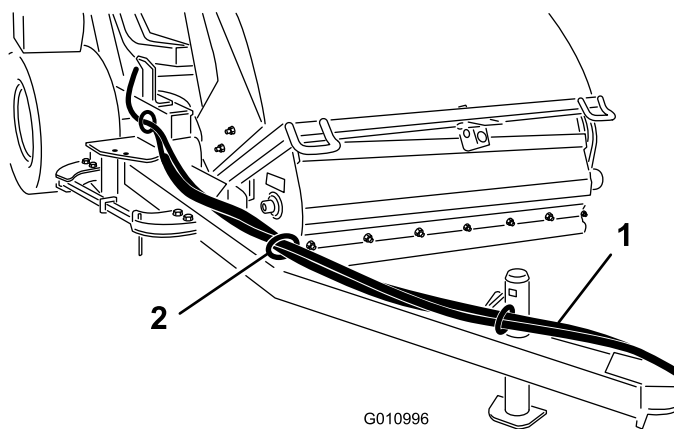

Figura 10
- Pase las mangueras hidráulicas y el arnés de cables a través de las guías de las mangueras hasta la parte delantera de la barra de tracción (Figura 10).